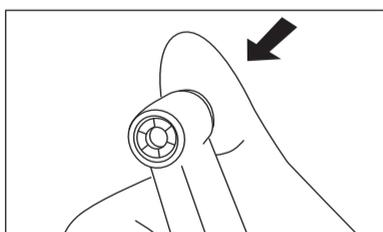

Fig. 3
- Pressione o botão para abrir a pinça. (Fig.3)